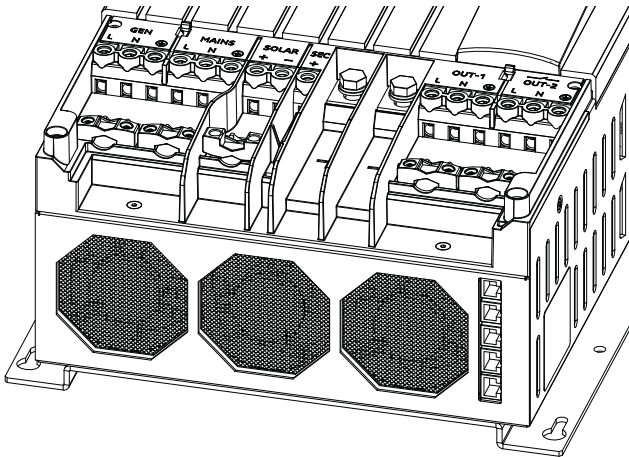

Figure 5-3: couvercle frontal retiré
- 2 Soulever le couvercle du boîtier; voir figure 5-3.